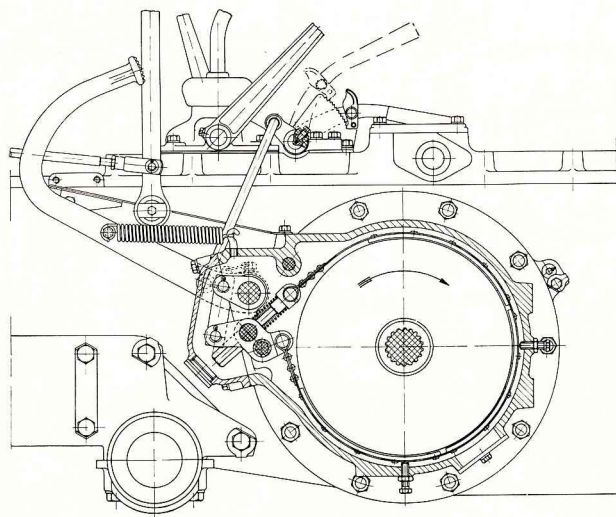

Fig. 140 - Sezione sui freni e relativo comando.
- avvitare a fondo le due viti di centraggio del nastro frenante (fig. 140) in modo da portare la guarnizione a contatto con il tamburo, quindi sviarle di due giri e bloccarle con il controdado;